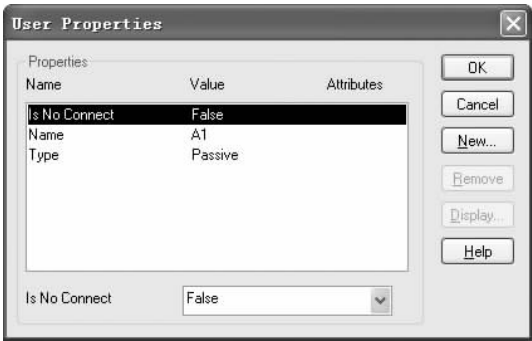

图 6-42 用户属性参数设置
- **User Properties...**：单击此按钮，弹出如图 6-42 所示的对话框，增加和修改相关参数。